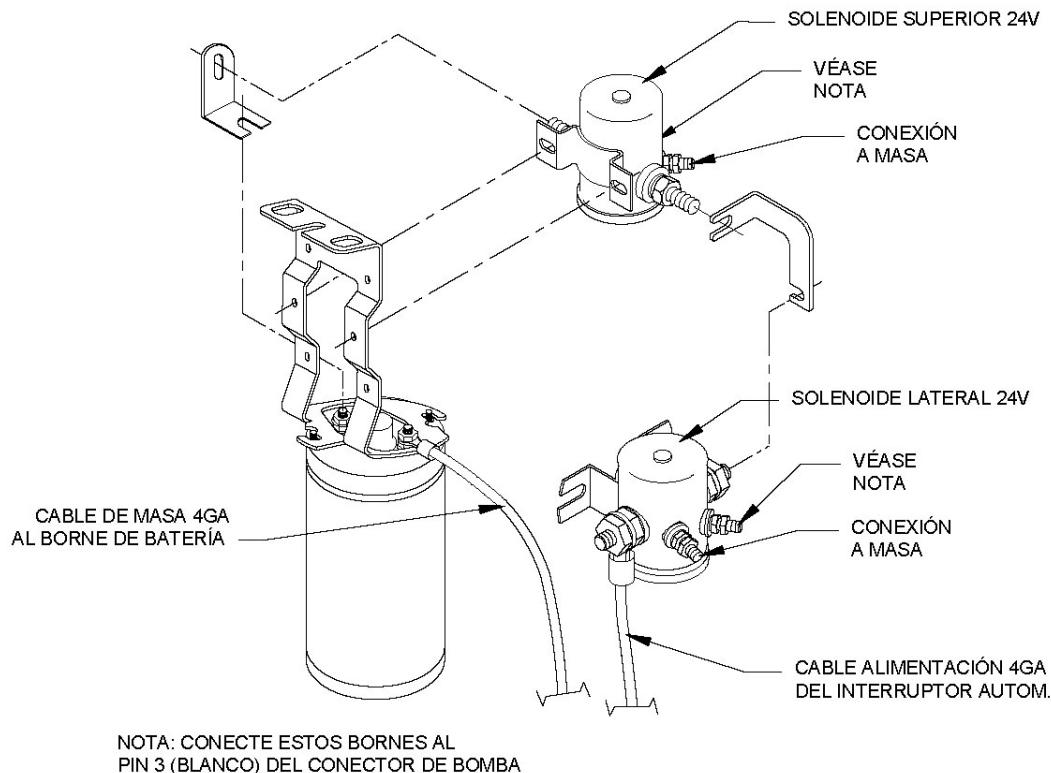

FIGURA 2-13: CABLEADO DOBLE DE SOLENOIDE 24VDC
- 2) Consulte la **Figura 2-13**. El cable de negativo conecta el borne negativo (-) de la bomba del motor con el borne negativo de la batería.